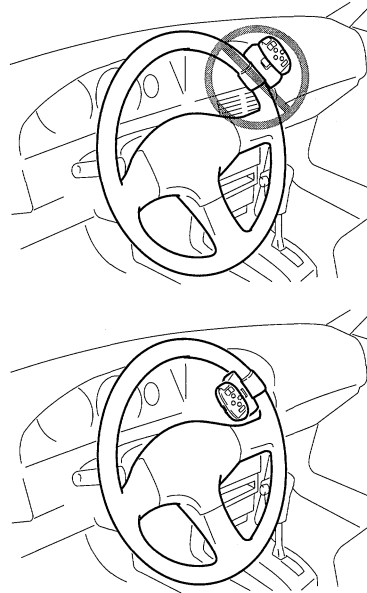

Fig. 9
- No instale esta unidad fuera de la circunferencia del volante. De otra manera, esto interrumpirá la estabilidad del manejo, causando un accidente de tráfico. Siempre instale esta unidad en el interior de la circunferencia del volante, tal como se indica. (Fig. 9)